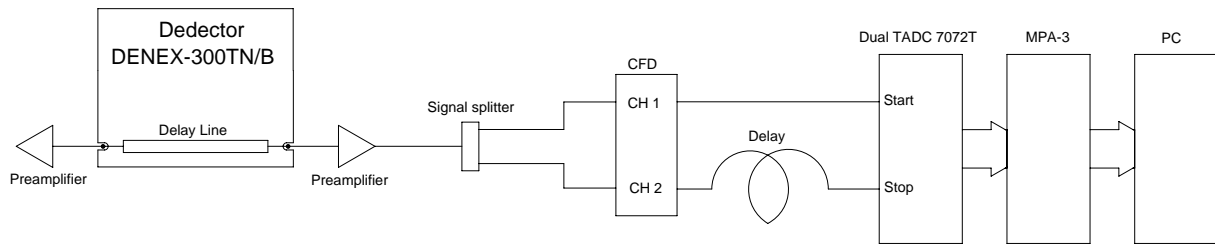

Abb.3 Schema für die Einstellung der internen CFD-Verzögerung
- Schließen Sie eine beliebige Delay-Line des Detektors zum Beispiel: X wie in Abb. 3 schematisch dargestellt wird.